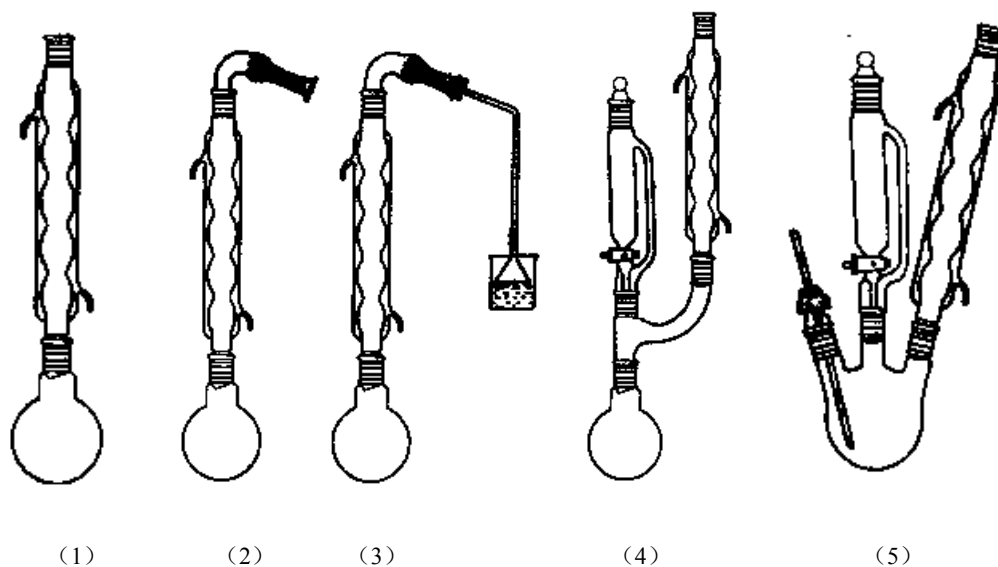

图 1-7 常用的回流装置
常用的回流装置如图 1-7 所示,其中图 1-7 (1) 是一般的回流装置。若需要防潮,则可在冷凝管顶端装一氯化钙干燥管,如图 1-7 (2) 所示。图 1-7 (3) 是用于防潮并吸收有氯化氢、溴化氢或二氧化硫等气体产生和逸出的反应。根据气体逸出的具体情况,可适当选用图 1-6 中的其它装置。图 1-7 (4) 是用于一边加料、一边进行回流的装置。图 1-7 (5) 是用于滴加、回流过程中测定反应液温度的装置。